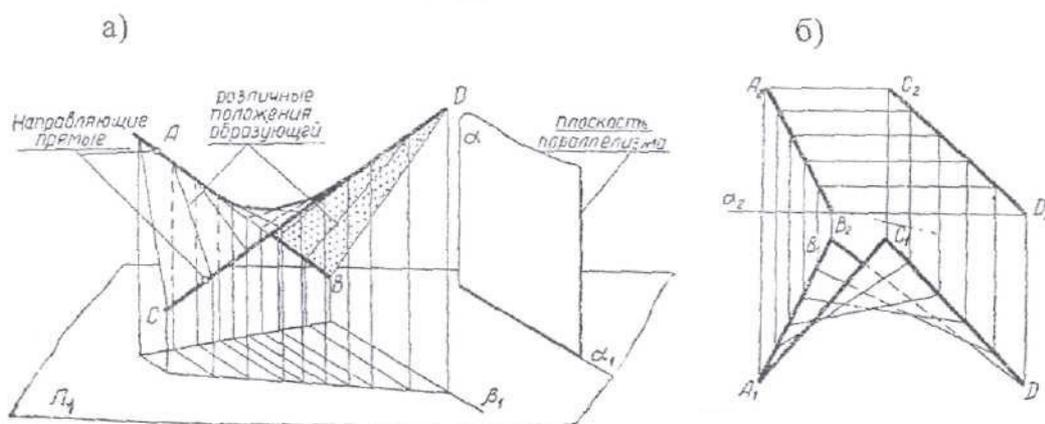

Рис. 13
**Косая плоскость** (гиперболический параболоид) - частный случай цилиндриоида и представляет собой поверхность, образованную движением прямолинейной образующей параллельно плоскости параллелизма по двум скрещивающимся направляющим прямым. Это  $AB$  и  $CD$ . За плоскость параллелизма принята горизонтальная плоскость  $\Pi_1$ , образующая  $AC \parallel \Pi_1$  (рис. 13).